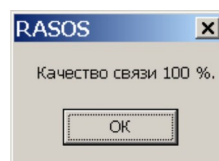

Рисунок 12
- 4) Проверить качество связи ПЭВМ с БКД-М по интерфейсу RS-232, выполнив команду «БКД\Проверка связи». Качество должно быть 100% (рисунок 12).